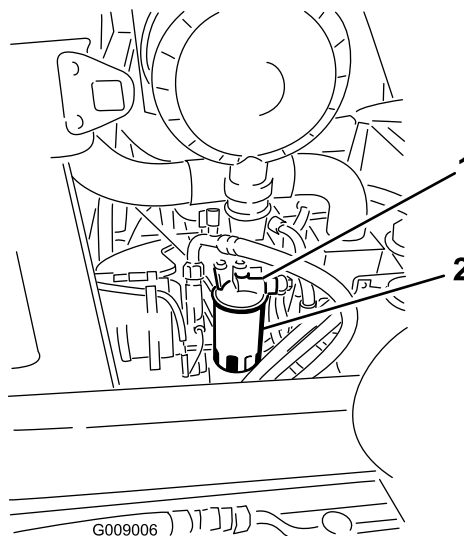

Рисунок 63
1. Очистите поверхность вокруг головки топливного фильтра (Рисунок 63).
2. Снимите фильтр и очистите монтажную поверхность головки фильтра (Рисунок 63).